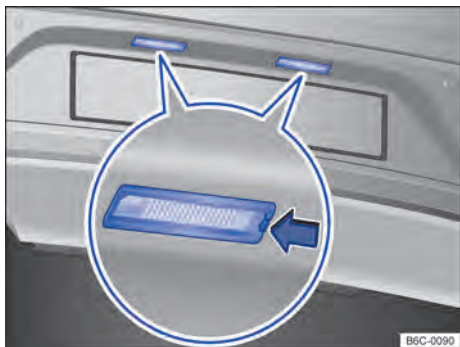

Fig. 164 No para-choque traseiro: lanterna da placa de licença.
- 2 Com o auxílio de uma chave de fenda, pressionar a trava → Fig. 164 (seta) para remover o conjunto.